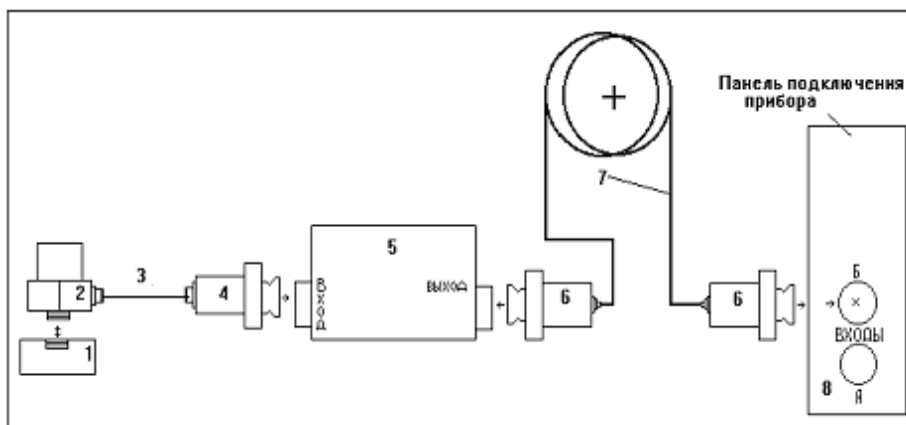

Рис.3. Установка датчиков и сборка рабочей схемы прибора ЛИДЕР-КТМ-250 (номера элементов соответствуют последовательности подключения):
Сборка рабочей схемы прибора ЛИДЕР-КТМ-250 (для одного канала измерения) осуществляется в соответствие с рис.3. Рабочая схема второго канала идентична.
Собрать рабочую схему прибора согласно рис.3. Датчик (2) из комплекта прибора соединить с выносным усилителем заряда (5) с помощью антивибрационного кабеля с микроразъемами (3) и переходника (4). Микроразъемы навинчиваются с одной стороны на датчик, с другой - на переходник (4). Переходник (4) подсоединить к выносному усилителю (5) на входной разъем CP-50. У некоторых датчиков вместо микроразъема на конце кабеля может быть непосредственно установлен разъем BNC, который подключается к входу усилителя. Выход усилителя (5) подключить удлинительным кабелем (7) на катушке к входу (А или Б) прибора. Питание выносного усилителя осуществляется от прибора через измерительный кабель.